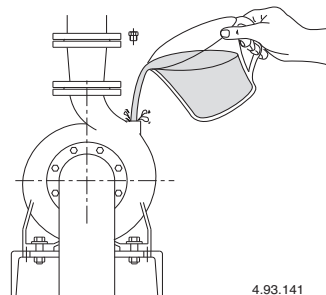

Fig. 8 Cebado.
**Con la bomba por encima del nivel del agua para elevar**, (funcionamiento en aspiración), llenar el tubo de aspiración y la bomba a través del orificio (fig. 8).